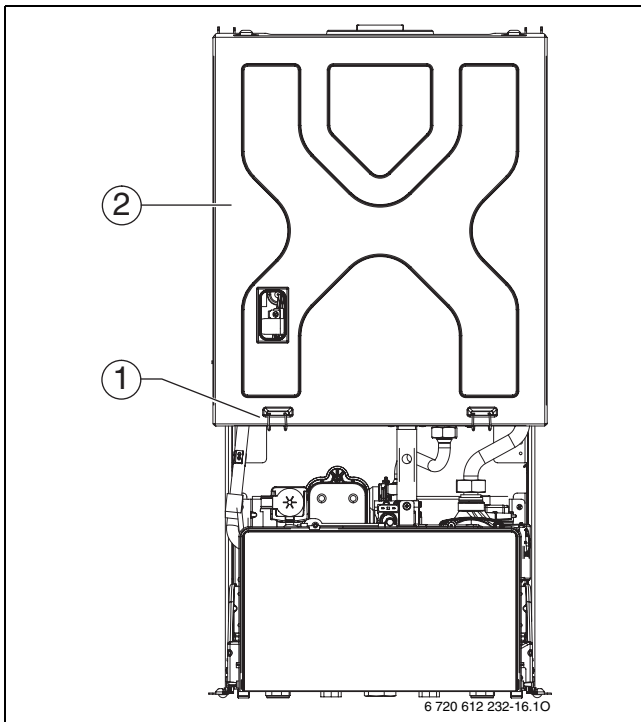

Bild 81 Luftkasten öffnen
- ▶ Die zwei Klammern (1) entfernen und Luftkastendeckel (2) nach oben abnehmen (→ Abb. 81).